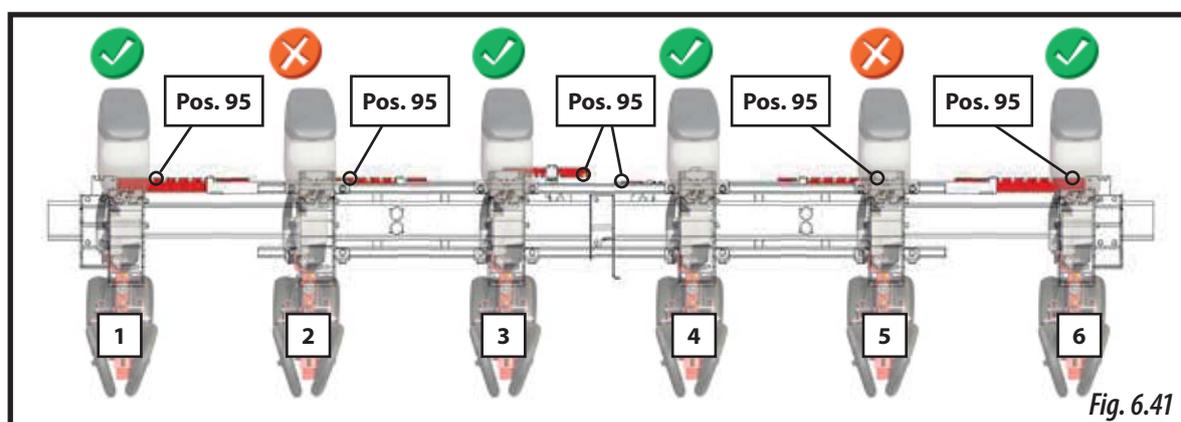

Fig. 6.41
- 1- Débrayez les éléments 2 et 5 (Fig. 6.41), voir section 6.7 DÉBRAYAGE D'UN ÉLÉMENT SEMEUR.